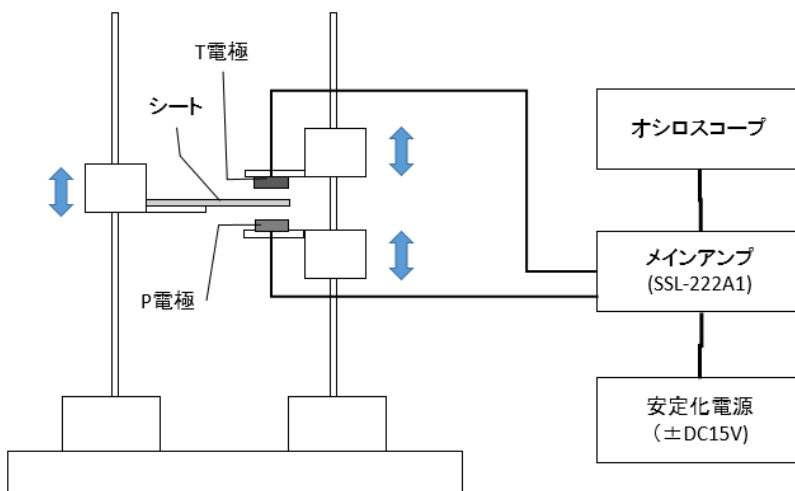

図1 実験系
- 2) 図1、2の実験系を用いて、シートの厚みを $100\mu\text{m}$ ~ $700\mu\text{m}$ まで $100\mu\text{m}$ 毎厚みを変えた際の、出力電圧を計測する。